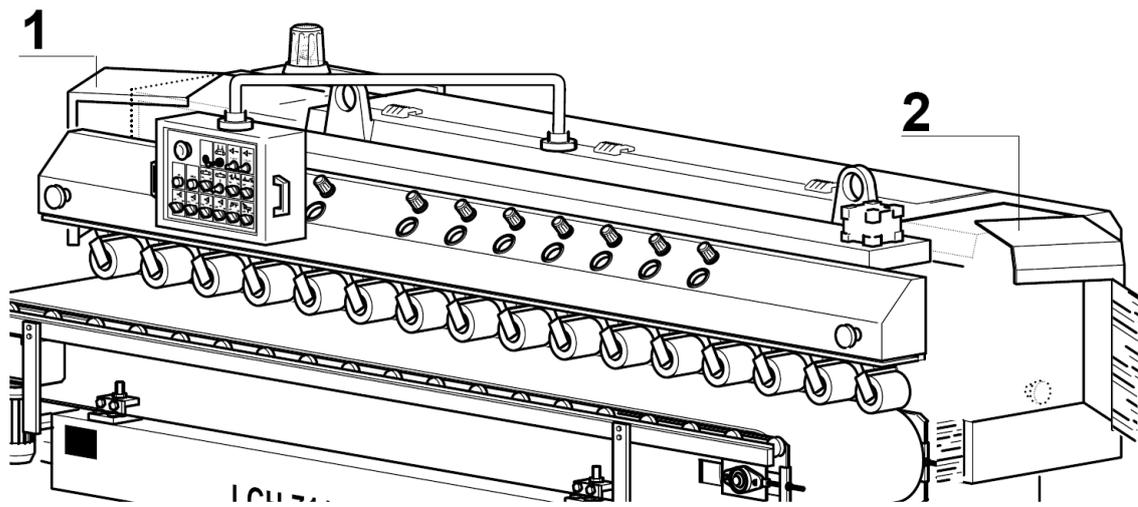

Fig. 13
1. Ouvrir la porte de protection (Fig. 13/2).
1. Ouvrir la porte de protection pour accéder au mandrin façonnant (Fig. 13/1).